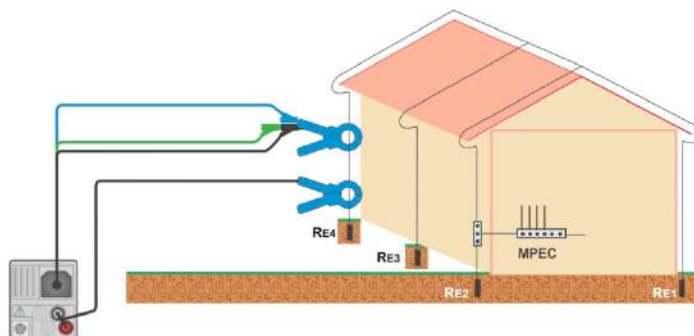

Рисунок 7.53: Измерение сопротивления заземления с помощью клещей.
- › Подключить клещи к испытываемому объекту, см. **Рисунок 7.53: Измерение сопротивления заземления с помощью клещей.**